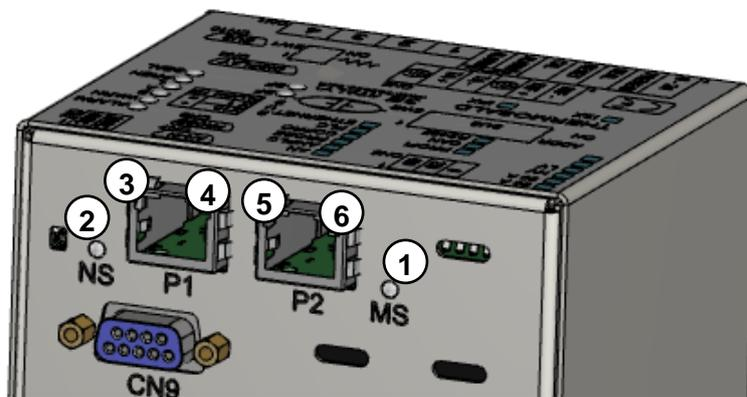

Abbildung 21 - Ethernet-Switch Modelle AB B40
6.3.3.2 AB-B40 Modelle (siehe 6.2.8, Abbildung 21)
6.3.4.2 AB-B40 Modelle (siehe 6.2.8, Abbildung 21)